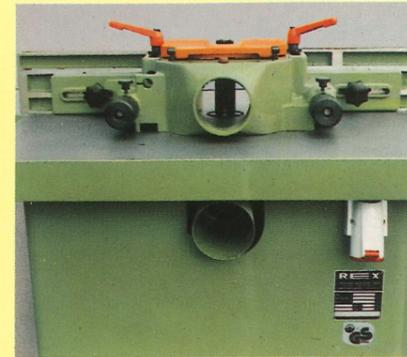

Abb. 3
- F-59 Abb. 3 Tischfräsmaschine mit Schiebetisch (bei dieser Ausführung ist der Aufbau einer Ablängsäge möglich)
Serienmäßig ist eine Untertischabsaugung vorhanden, Absaugstutzen $\varnothing 120$ mm - siehe Abb. 3.
Der Fräsanschlag, die wichtigste Baugruppe bei einer Fräsmaschine, ist nach den neuesten Erkenntnissen gestaltet worden. Beide **Metallbacken** sind einzeln feinverstellbar und haben schnell **auswechselbare** Kunststoffsplitterzungen. Er ist auf dem Drehteller befestigt und kann um 360° gedreht werden. **Serienmäßig** ist ein Absaugstutzen \varnothing 120 mm **angesen**, wodurch eine gute **Spanabfuhr** und eine große **Stabilität** erreicht wird (siehe Abb. 3). Es können Werkzeuge bis \varnothing 265 mm aufgenommen werden.